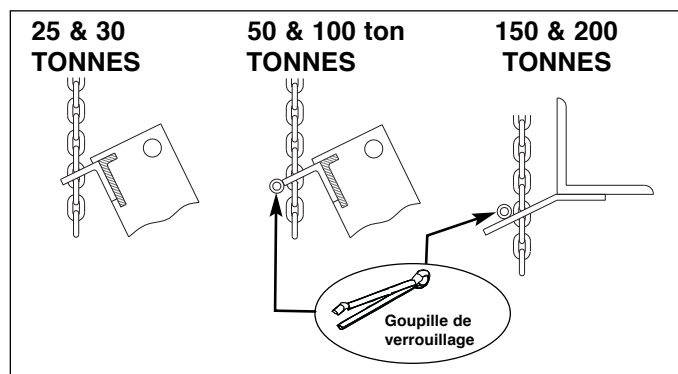

Figure 1, Chaîne et crochet de levage.
1. Ouvrir l'Hydra-Lift® ou la valve de décharge de la pompe à main (I) afin de sortir complètement le piston.
2. Faire glisser la chaîne de levage (J) dans le crochet de levage situé sur la table/le châssis de la presse comme présenté à la Figure 1. Installer la goupille de verrouillage (modèles 50, 100, 150 et 200 tonnes uniquement).